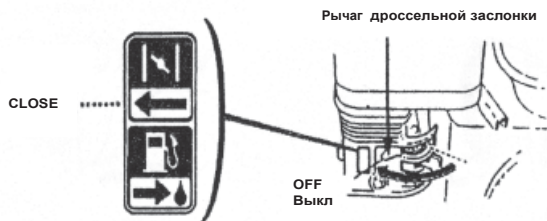

Рис.14
2. Закройте дроссельную заслонку (Установите рычаг в положение «CLOSE» - «Закрото».) (Рис.14).